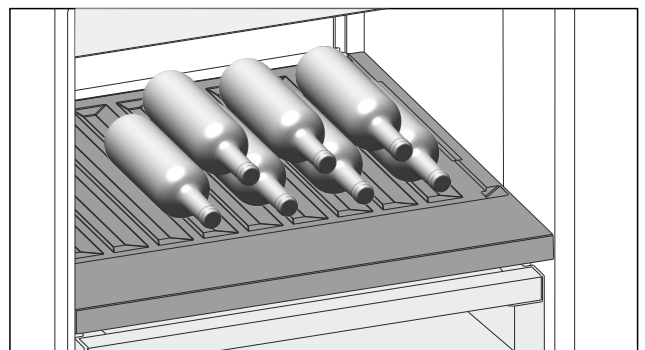

Fig. 145
- ▶ Placer les bouteilles avec le fond orienté vers la paroi arrière de l'appareil. (voir Fig. 145)